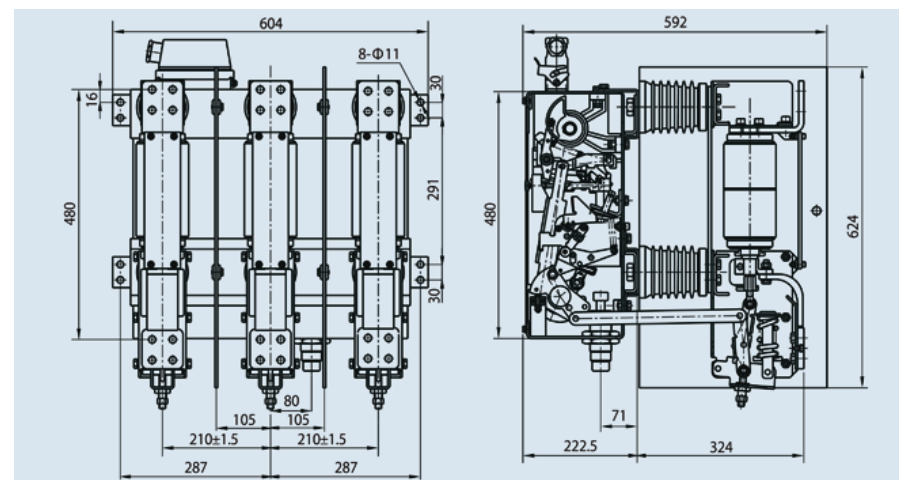

Рис. 6.1 Внешний вид и монтажные размеры выключателя стационарного исполнения серии ZN65B-12
6.1 Стационарное исполнение выключателя (см. рис. 6.1)